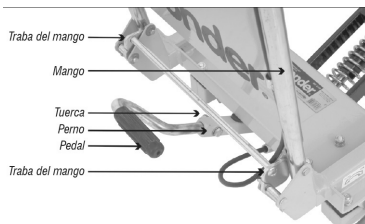

Fig. 3 – Trabamiento del mango y montaje del peda
1. Posicione el mango en la vertical y fije apropiadamente bajando la traba, ver fig.3.
2. Monte el pedal de accionamiento colocando el perno y apretando la tuerca, ver fig.3.